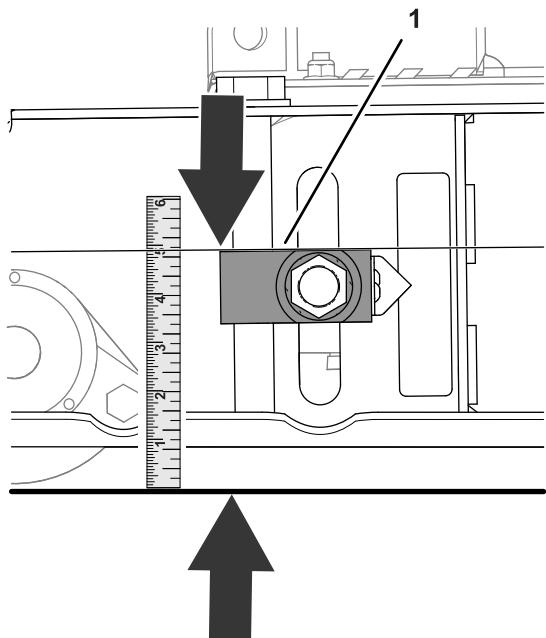

Figure 81
2. Mesurez la distance entre le haut du bloc de réglage et le sol (Figure 81).